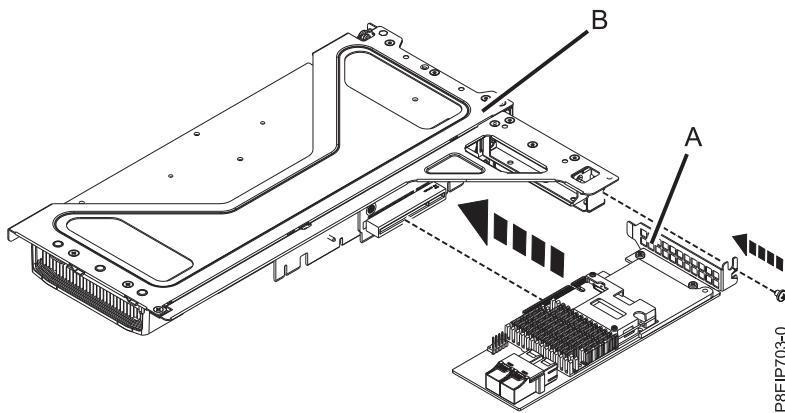

Figura 42. Inserción de un adaptador en la posición 3 de la tarjeta de expansión
- b. Inserte el adaptador (A) en la tarjeta de expansión (B), como se muestra en la Figura 42, alineándolo correctamente e insertándolo completamente en la ranura. Fije la contrapunta del adaptador con 1 o 2 tornillos, según sea necesario.